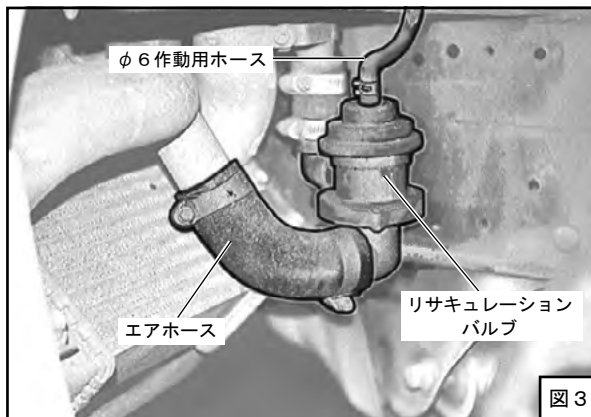

図3
- (6) 左フロントフェンダプロテクタを取外してください。
- (7) エアホース、リサキュレーションバルブ、 $\phi 6$  作動用ホースを取外してください。(図3)